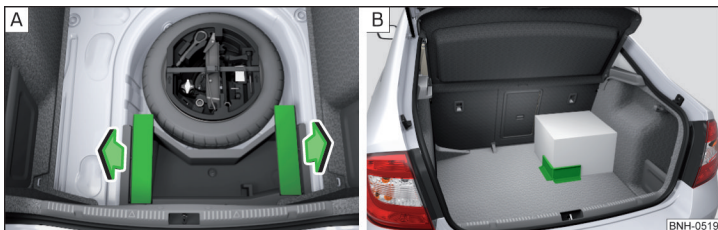

Fig. 112 Scoaterea elementelor Cargo/exemplu de fixare a încărcăturii prin intermediul elementului Cargo
- Înainte de utilizare, scoateți elementele Cargo în sensul săgeților » fig. 112 - [A].
- Fixați încărcătura prin intermediul elementelor Cargo pe cât posibil în apropierea locurilor din spate » fig. 112 - [B].